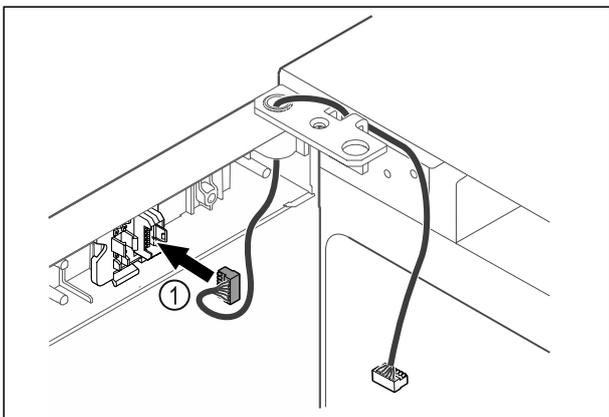

Fig. 44
- ▶ Enchufar el conector Fig. 44 (1) en su soporte.